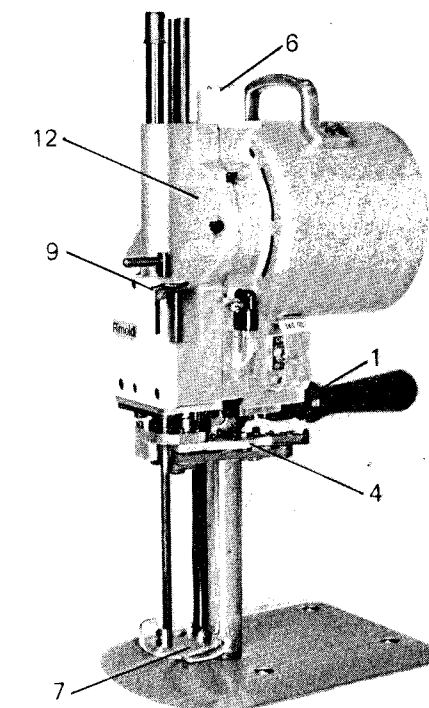
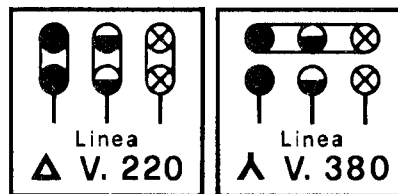
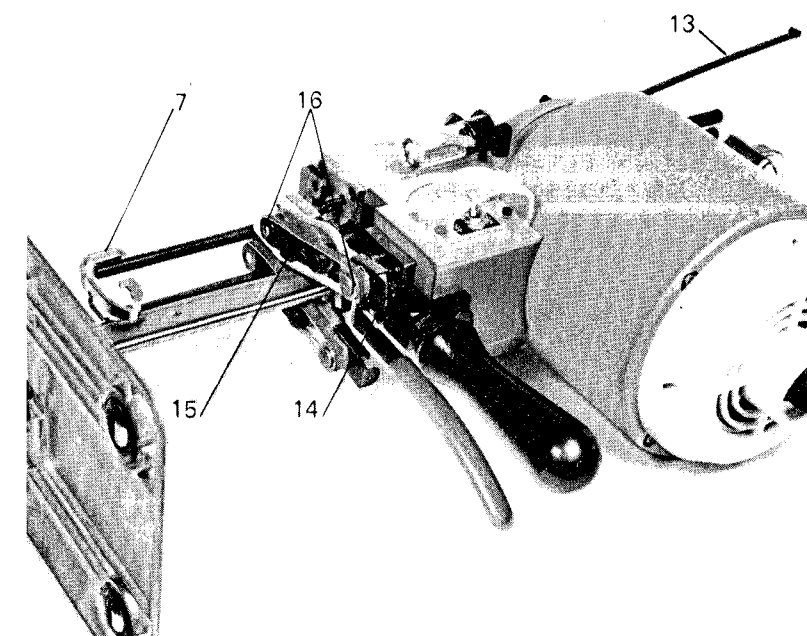

Fig. 2
Fig. 4
Fig. 5
- 3) Premere la leva 9 fig. 2 per disinnestare l'affilatore
Prima di procedere all'affilatura della lama assicurarsi che il piedino premistoffa sia completamente in basso. In caso contrario premere la leva 8 fig.2 per far scendere il piedino premistoffa
Mettere l'interruttore del motore in posizione ON e premere a fondo, sino a bloccarla, la leva 9 fig. 2 per innestare l'affilatore che eseguirà automaticamente una corsa completa affilando la lama.
Se necessario ripetere l'operazione sempre premendo a fondo la leva 9 fig.2.
- Esercitare una leggera pressione sulla leva 9 fig. 2 e fig.4 e portare manualmente l'affilatore a circa metà della sua corsa
- Staccare dal piedino premistoffa il nastro metallico di protezione della lama 13 fig. 4 e tirarlo completamente verso l'alto (vedi fig.5)
- Premere la molla 14 fig. 4 e fig.5, togliere il nastro abrasivo sinistro usurato e sostituirlo con uno nuovo curando di farlo passare sotto il pattino tendinastro 15 fig.5
- Fare molta attenzione nel posizionare il nastro sinistro sulle pulegge 16 fig.5 e sotto il pattino tendinastro per evitare di danneggiare il nastro stesso.
- Esercitare una leggera pressione sulla leva 9 fig. 2 e fig.4 e riportare manualmente l'affilatore in posizione di blocco.
- Ogni settimana:** Togliere il coperchio 12 fig.2 e pulire il meccanismo a vite dell'affilatore